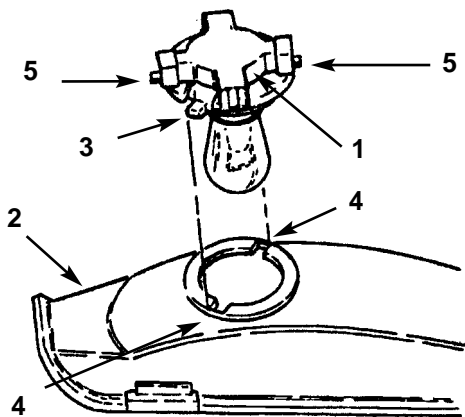

Figure 34
3. Tourner le porte-ampoule d $\frac{1}{4}$ de tour dans le sens horaire et le déposer du réflecteur (Fig. 34).
2. Le porte-ampoule est muni de deux languettes (Fig. 34). Aligner les deux languettes avec les encoches du réflecteur, installer le porte-ampoule dans le réflecteur et lui donner $\frac{1}{4}$ de tour dans le sens horaire jusqu'à ce qu'il s'arrête.